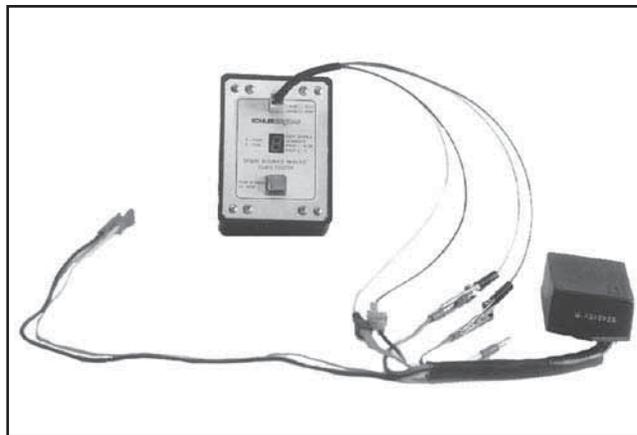

Figure 8-13.
3. Débrancher les conducteurs du vérificateur jaune et marron de longs câbles des modules. Connecter le conducteur marron du vérificateur au conducteur marron court du module. Connecter le conducteur jaune du vérificateur au conducteur jaune (ou rose) court du module. Voir la Figure 8-13. Laisser les conducteurs rouge et vert branchés. Répéter le point 2.